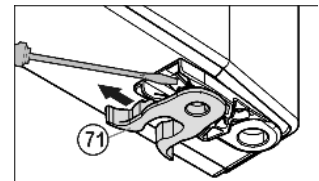

Fig. 9
- ▶ Pružinovou svorku Fig. 9 (71) přesadit: Stisknout zarážku pro uchytení, přesto stáhněte pružinovou svorku.